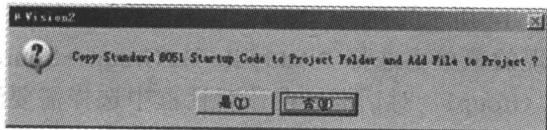

图 1-11 是否加载 8051 启动代码提示窗口
(3) 这里要求我们选择芯片的类型, Keil uVision2 IDE 几乎支持所有的 51 核心单片机, 并以列表的形式给出。本书使用的是 ATMEL 公司的 AT89S52, 在 Keil uVision2 IDE 提供的数据库 (Data base) 列表中找到此款芯片, 然后单击 “确定” 按钮, 会出现如图 1-11 所示的窗口, 询问你是否加载 8051 启动代码, 在这里我们选择 “否”, 不加载。(如果选择 “是”,